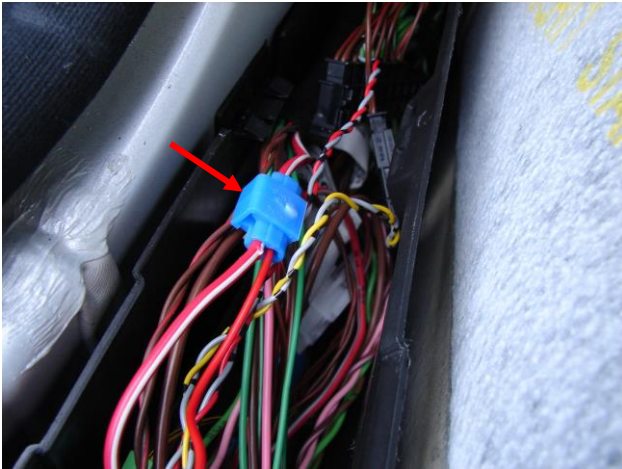

Bild 7: Anschluß +12V des Moduls
8. rotes Kabel des Moduls (+12V) mit dem Quetschverbinder an das rot/weiße Kabel im Kabelbaum anklemmen (Bild 7)
Bild 7 vom Einbau des Moduls: